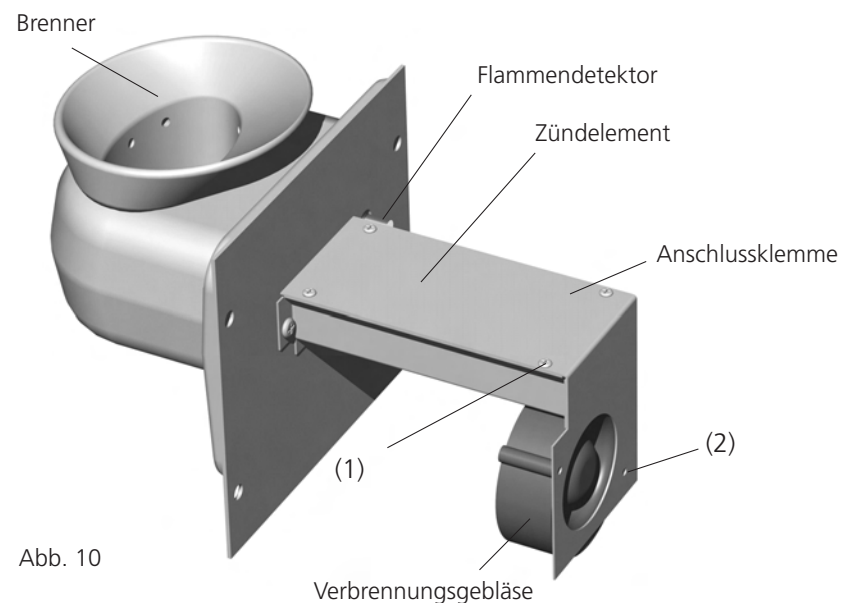

Abb. 10
2. Lösen Sie die vier Schrauben, die den Brennerflansch an der Kaminwand befestigen (Abb. 10).